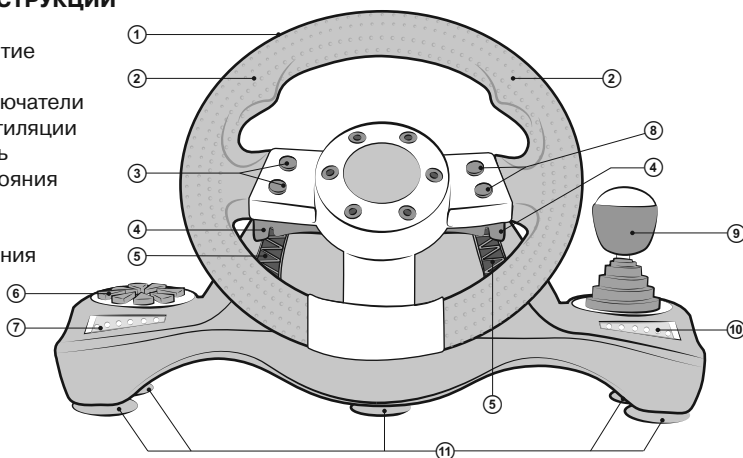

Рис. 1. Вид спереди
Примечание. Манипулятор оборудован светодиодными индикаторами контроля «торможения» ① и «газа» ⑩ см. рис. 1. При плавном нажатии педали «газа» загораются индикаторы зеленого цвета, при увеличении скорости загораются оранжевые индикаторы, затем красные. В зависимости от плавности сбрасывания скорости, загораются индикаторы соответственно зеленого, оранжевого и красного цветов.